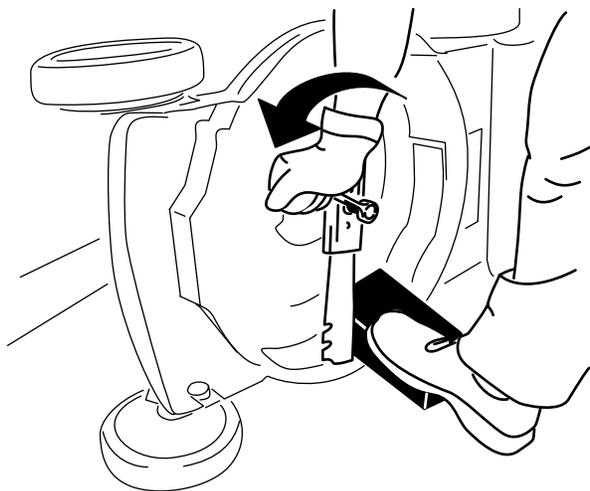

Рисунок 31
3. Используйте деревянную подкладку для неподвижного удерживания ножа (Рисунок 31).
4. Снимите нож, сохранив все крепежные детали (Рисунок 31).